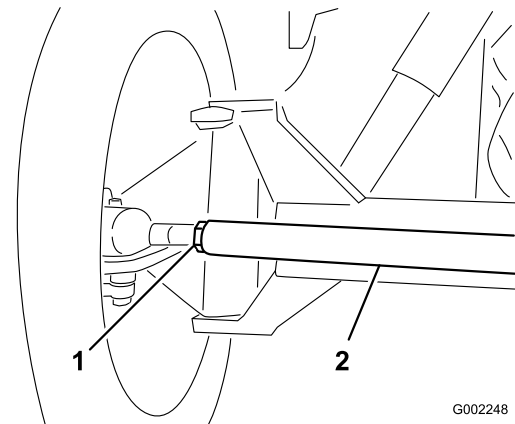

図 65
3. 前後の測定値の差が所定範囲にない場合、タイロッド両端のジャムナットを外して調整を行う(図 65)。